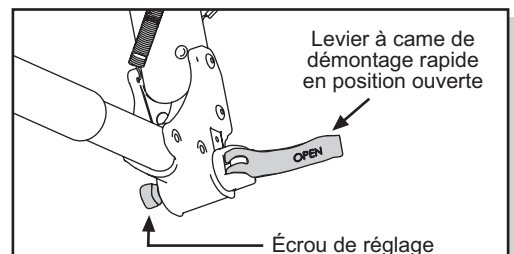
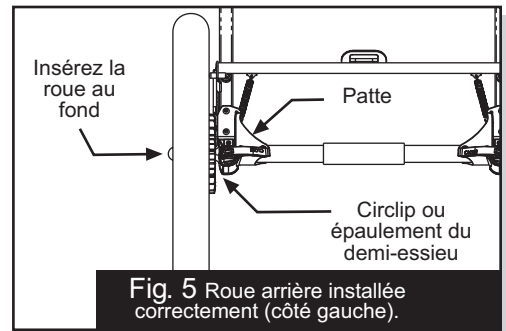
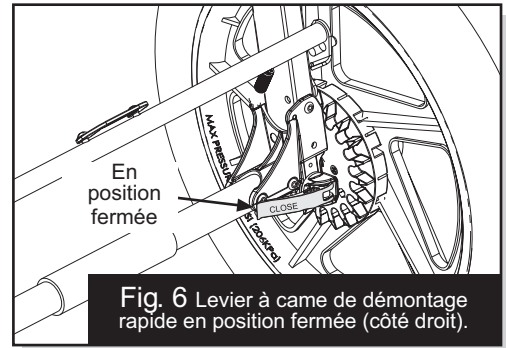
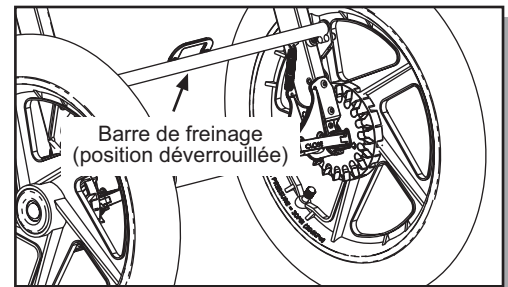

Fig. 4 Dispositif de démontage rapide de la roue arrière avec levier à came en position ouverte.
Fig. 5 Roue arrière installée correctement (côté gauche).
Fig. 6 Levier à came de démontage rapide en position fermée (côté droit).
Fig. 15 Frein de stationnement – position déverrouillée.
4. LES ROUES ARRIÈRE : Avant d'installer les roues arrière, placez la barre de freinage en position déverrouillée, tel qu'illustré à la figure 15. Placez le levier à came de démontage rapide de la roue arrière en position ouverte, tel qu'illustré à la figure 4. Insérez le demi-essieu de la roue arrière dans l'orifice qui se trouve à l'arrière de la patte. Si le demi-essieu ne s'insère pas facilement, desserrez à la main l'écrou de réglage du démontage rapide (Fig. 4). Remettez le demi-essieu dans la patte arrière en l'insérant complètement jusqu'à ce que l'épaule du demi-essieu ou son circlip vienne toucher la patte (Fig. 5). Mettez le levier à came de démontage rapide en position fermée (Fig. 6). Le mot « CLOSE » devrait être clairement visible et le levier à came de démontage rapide devrait presque toucher la patte. Lorsque le levier est correctement réglé, il faudra appliquer une force considérable afin de réussir à le fermer (37 à 50 PSI ou 165 à 222 N.m). Si vous ne sentez pas cette résistance (trop lâche ou trop serré), ramenez le levier de démontage rapide en position ouverte (Fig. 4) et réglez l'écrou de réglage (dans le sens des aiguilles d'une montre pour serrer, dans le sens contraire des aiguilles d'une montre pour desserrer). Placez le levier à came de démontage rapide en position fermée (Fig. 6).
verrouillage. Pour vous assurer que le frein est bien mis, essayez de faire rouler la poussette de l'avant vers l'arrière, et vice versa, après avoir mis le frein. Si la poussette ne bouge pas, le frein est bien mis. Pour relâcher le frein de stationnement, soulevez la pédale rouge de la barre de freinage avec votre pied jusqu'à ce qu'elle se replace en position de déverrouillage (Fig. 15).